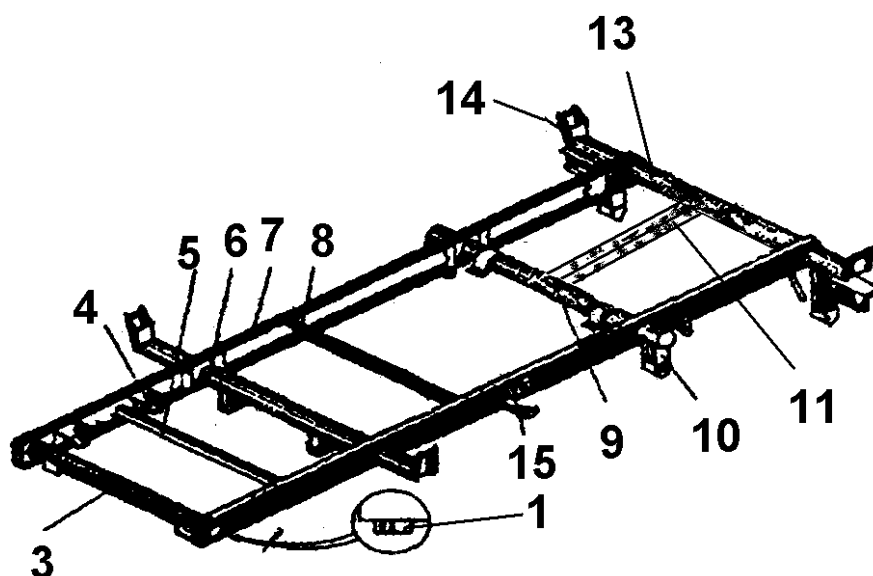

Рис.3 Рама.
4.2 **Рама** (рис. 3). Рама сварная состоит из двух лонжеронов швеллерной формы, соединенных между собой поперечинами.